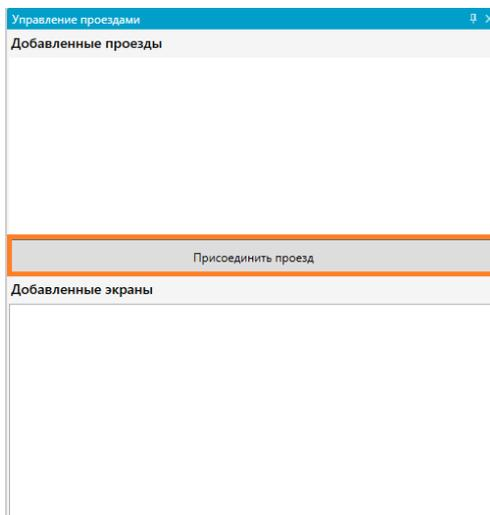

Рисунок 42 – Управление поездом
5.2.2.3 После нажатия кнопки  отобразится панель «Управление поездом» (Рисунок 42) в правой части экрана. Для добавления поезда необходимо нажать кнопку «Присоединить поезд» (Рисунок 42, оранжевый прямоугольник).